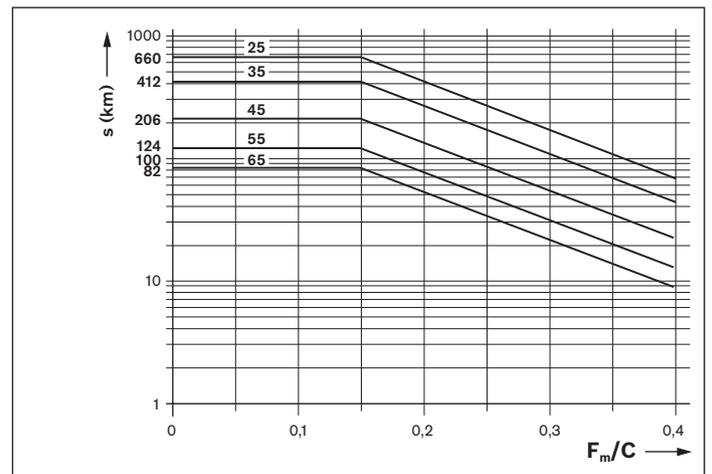

Bild 2: Nachschmierintervall
- Die Mindestmenge nach Tabelle 4 am Schmieranschluss bis zum Erreichen des Nachschmierintervalls (Bild 2) einbringen.
- Die Mindestmenge nach Tabelle 4 pro Schmieranschluss bis zum Erreichen des Nachschmierintervalls (Bild 2) einbringen. Die dafür benötigte Impulszahl und den Schmiertakt in gleicher Weise wie bei der Nachschmierung (Normalhub) ermitteln.
Hinweise: Die dafür benötigte Impulszahl ist der ganzzahlige Quotient aus der Mindest-Nachschmiermenge nach Tabelle 4 und der gewählten Kolbenverteilergröße nach Tabelle 5. Die kleinste zulässige Kolbenverteilergröße ist unabhängig von der Einbaulage. Der Schmiertakt entsprechend den Formeln 1 ergibt sich aus der Teilung des Nachschmierintervalls (nach Bild 2) durch die ermittelte Impulszahl (vgl. Auslegungsbeispiel).